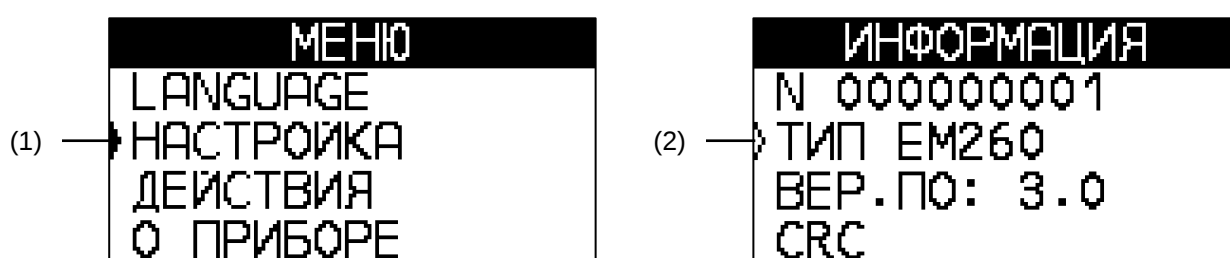

Рисунок 6.5. Навигация по меню.
Перемещение по пунктам меню осуществляется с помощью кнопки **ВНИЗ**. Перемещение по пунктам текущего уровня меню выполняется циклично: с последнего пункта меню производится переход на первый. Одновременно на экране отображается заголовок и не более 4-х пунктов меню. Текущий пункт меню выделяется курсором **▶** слева от пункта меню, см. **Рисунок 6.5**, позиция (1).
Если пункт меню является информационным и не предусматривает входа (не активны кнопки **ВВОД** и **ВПРАВО**), то курсор выглядит так: **▶**, см. **Рисунок 6.5**, позиция (2).